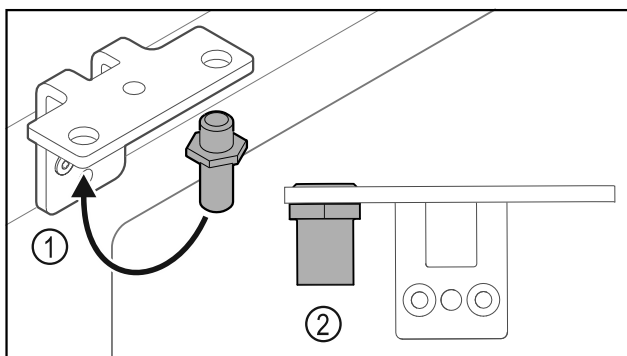

Fig. 37
- ▶ Μεταφέρετε τον πείρο Fig. 37 (1) στη γωνία μεντεσέ.
- ▶ Σφίξτε τον πείρο Fig. 37 (2) με **ροπή 12 Nm**.